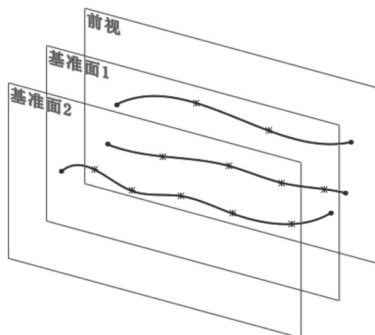

图 6-54 在各基准面上绘制曲线草图
- [3] 在各基准面上绘制曲线草图, 如图 6-54 所示。